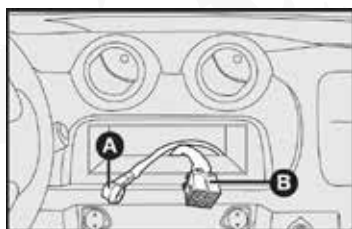

fig. 77
- Cable y conexión para la alimentación del radio A-fig. 77.
- Cable y conexión para antena de todo B-fig. 77.
- Cables para las bocinas y tweeters B-fig. 77.
- Cable y conexión para la alimentación del radio B-fig. 77.
- Cable y conexión para bocinas delanteras y traseras B-fig. 77.